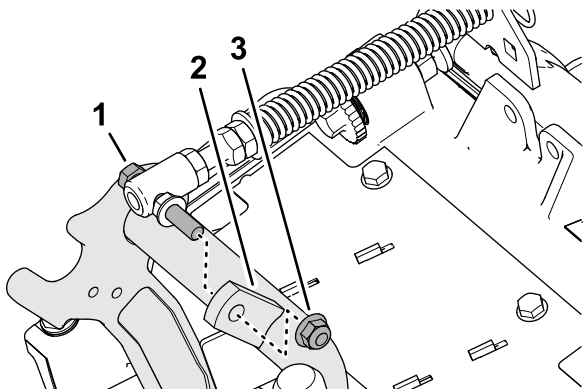

Bild 12
3. Entfernen Sie die Sicherungsbundmutter ($\frac{3}{8}$ "), mit der die Kopfschraube der Rasenkompensierungsfeder an der rechten Lasche des Trägerrahmens befestigt ist, und nehmen Sie die Kompensationsfeder vom Mähwerk ab (Bild 12).